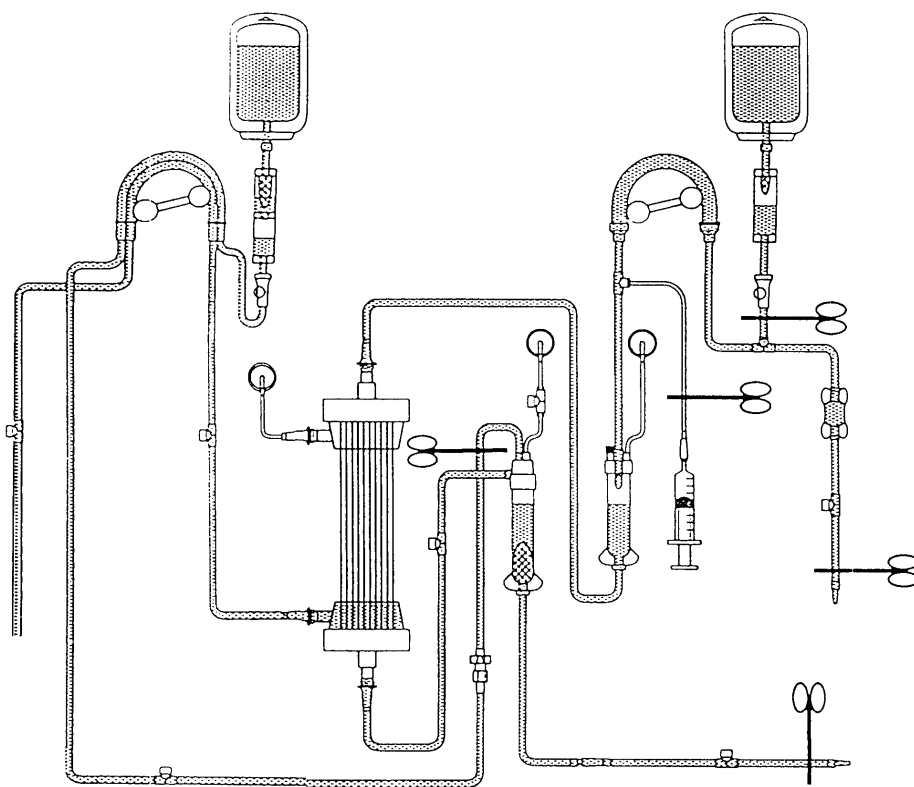

図10 単純血漿交換法の充填・洗浄の終了
10) 洗浄が終了したら各ポンプを停止し、静脈側患者接続部付近、輸液ラインをゴム鉗子で閉止する。置換液ラインをヘパリン加生食から所定の置換液に付け替える。処理血漿量積算計をリセットする(図10)。
②治療開始および治療中